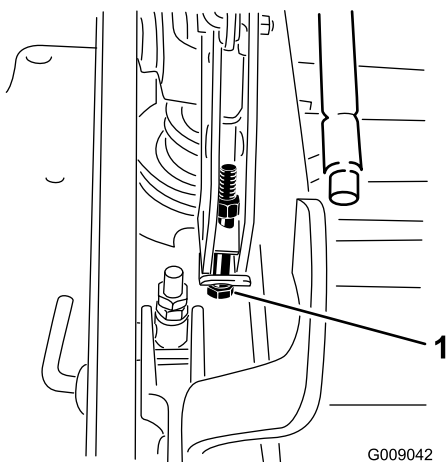

Figure 89
12. Si le plateau est trop bas, serrez le boulon de réglage monopoint dans le sens horaire. Si le plateau est trop haut, desserrez le boulon de réglage monopoint dans le sens antihoraire (Figure 89).